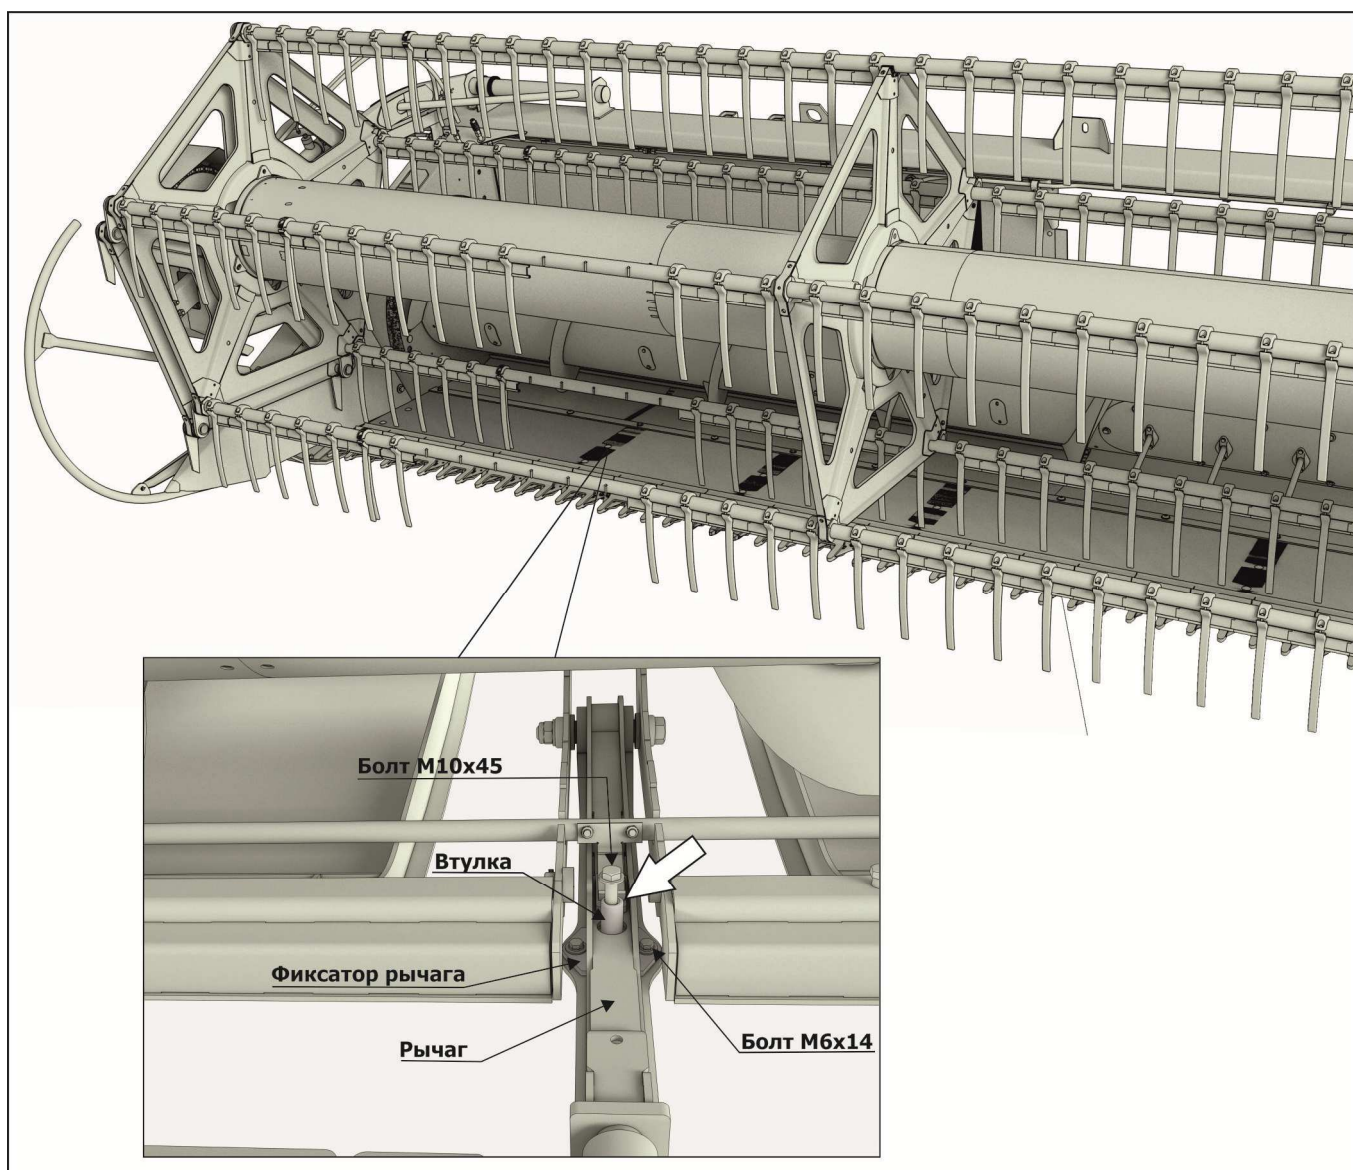

Рисунок 6.13 – Регулировка фиксатора рычага
- ПРОИЗВЕСТИ ОЧИСТКУ ПОЛОСТИ ВТУЛКИ (рисунок 6.13);